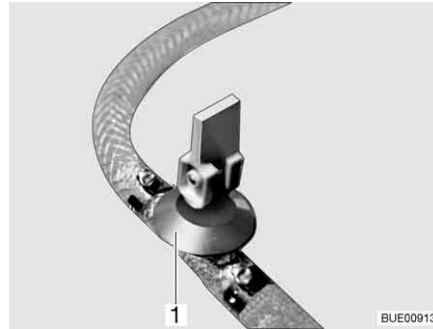

Fig. 128 Robinet de vidange
- Fermer le(s) robinet(s) de vidange. Placer le levier à bascule (Fig. 128,1) en position horizontale.
- Ouvrir le(s) robinet(s) de vidange (Fig. 128). Pour cela, placer le levier à bascule (Fig. 128,1) en position verticale. Le chauffe-eau se vide à l'extérieur.